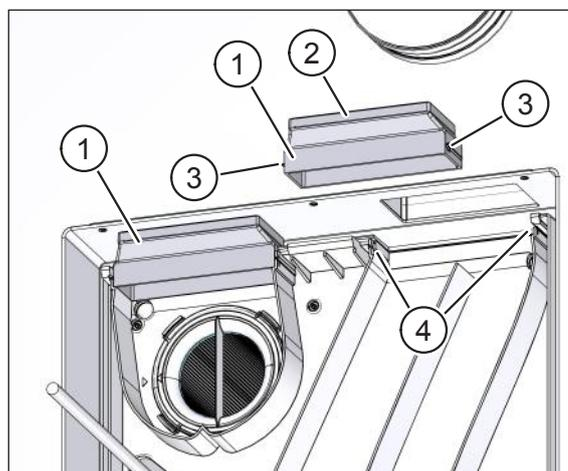
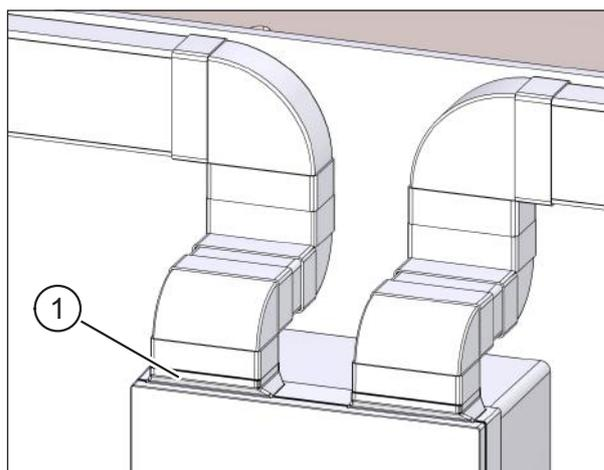

Рис. 39: вставить канальный адаптер
Рис. 46: соединить плоские каналы с вентиляционной установкой
- ▶ Достаньте оба канальных адаптера из адаптерного блока U² (поз. 1 на рис. 39).
- ▶ Проверьте, чтобы уплотнители (поз. 2 на рис. 39) в верхней части канального адаптера были правильно расположены.
- ▶ Вставьте оба канальных адаптера так, чтобы выступы (поз. 3 на рис. 39) совпали с пазами (поз. 4 на рис. 39).
- ▶ Вставьте канальные адаптеры (поз. 1 на рис. 46) в вентиляционную установку (см. описание и рис. 39 в разделе 11.6.3 на стр. 36).